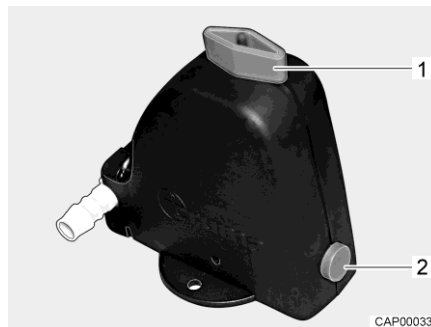

Fig. 181 Valve de sécurité et de vidange (Truma)
- Ouvrir la valve de sécurité et de vidange (Truma). Tourner le bouton rotatif (Fig. 181,1) dans le sens longitudinal par rapport à la valve de sécurité et de vidange. Le bouton-poussoir (Fig. 181,2) ressort.